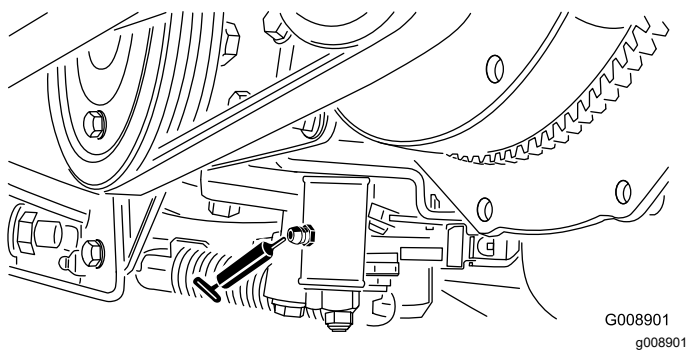

Figura 58
- Mecanismo de ajuste de punto muerto (Figura 58)